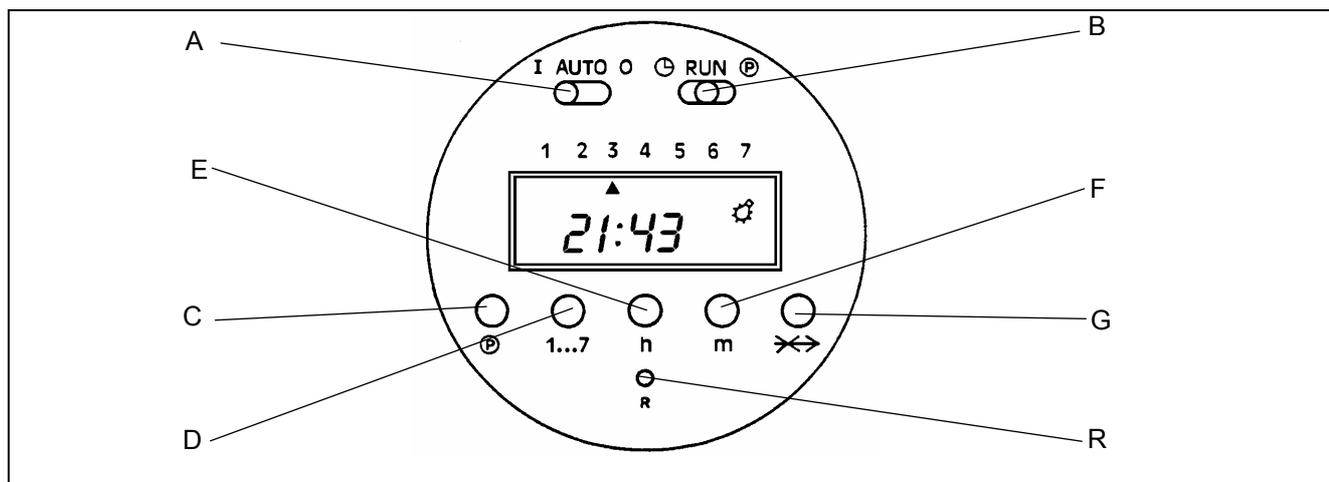

Рисунок 34 – ПРОГРАММИРУЕМЫЙ ТАЙМЕР
Для моделей 3002, 4002, 5002 и 8002 убедиться в том, что переключатель А таймера (см. Рисунок 34) находится в положении "AUTO", если необходимо, чтобы устройство управлялось также и таймером.
Для моделей с таймером (3002, 4002, 5002 и 8002) устройство может быть временно отключено путем перевода переключателя А в положение О (см. Рисунок 34).
C) Нажать кнопку  (ссылка С на Рисунок 34). В правой части дисплея появится цифра "2" без символа лампочки, что соответствует программе выключения.
- A) Перевести правый переключатель (см. позицию В на Рисунок 34) в положение **Ⓟ**. Нажать кнопку **Ⓟ** и выбрать программу для удаления.
- B) Нажать одновременно кнопку **Ⓟ** и кнопку SKIP (см. позицию G на Рисунок 34) минимум на 2 секунды и данная программа будет удалена.
- Перевести правый переключатель (см. позицию В на Рисунок 34) в положение "**RUN**".
- Нажать кнопку SKIP (см. позицию G на Рисунок 34) для пропуска текущего момента, а затем программа будет включена при следующем вызове из системы. Данная функция показывается на дисплее символом перечеркнутой стрелки (символ "skip").